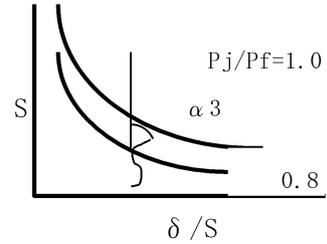

図4 $S \sim \delta/S$ 管理図例
- 2. $Pj/Pf \geq 0.8$ で $\alpha 3 \geq 1$ (図4参照)